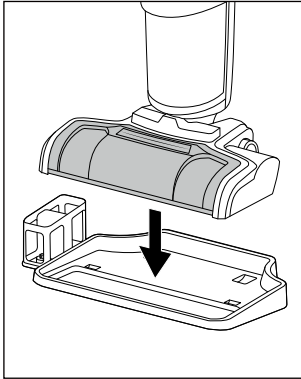

Abb. 31
- ◆ Stellen Sie das ausgeschaltete Gerät auf die Abstellshale **4** der Park- und Reinigungsstation (siehe. Abb. 31).